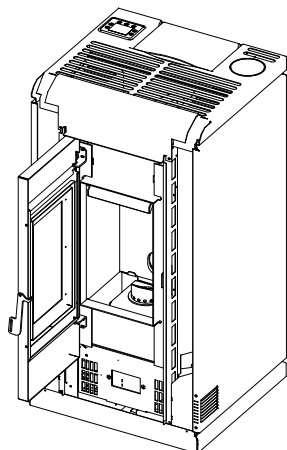

Fig. 33
- Svitare le 2 viti del pannello di connessione della camera (Fig. 33).